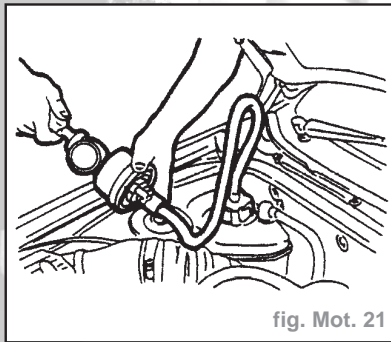

fig. Mot. 21
- Raccorder une pompe de mise en pression à l'aide d'un adaptateur approprié au goulot du vase d'expansion (fig. Mot. 21).